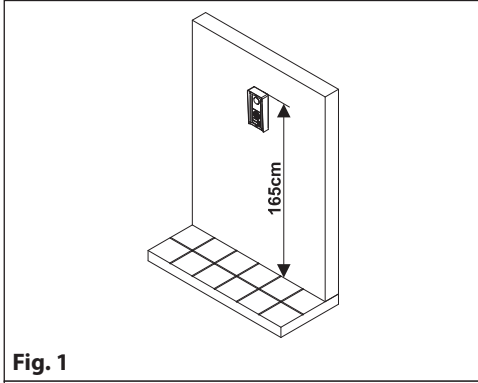
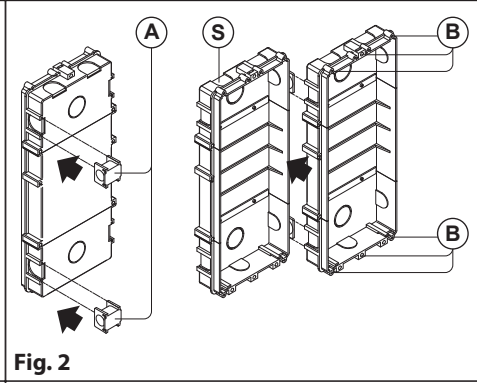

Fig. 1
Fig. 2
1. Murare la scatola da incasso **(S)** (**Fig. 2**) lasciando 165 cm dalla parte superiore al piano stradale (**Fig. 1**);
2. Se è richiesto l'utilizzo di più scatole da incasso, collegarle utilizzando gli appositi distanziali **(A)** (**Fig. 2**) in dotazione;
3. Rifinire accuratamente e pulire se necessario i fori di fissaggio dei supporti per moduli e i fori di riferimento **(B)** (**Fig. 2**);
Fissare la scatola a parete mantenendo una distanza di 165cm tra il piano stradale e la parte superiore della scatola (**Fig. 1**).
1. Murer le boîtier encastrable **(S)** (Fig. 2) en laissant 165 cm de la partie supérieure au plan de route (Fig. 1) ;
2. Si l'utilisation de plusieurs boîtiers encastrables est requise, les raccorder en utilisant les entretoises spécifiques **(A)** (Fig. 2) fournies ;
3. Faire soigneusement les finitions et nettoyer si nécessaire les trous de fixation des supports pour les modules et les trous de référence **(B)** (Fig. 2) ;
Fixer le boîtier au mur en maintenant une distance de 165 cm entre le plan de route et la partie supérieure du boîtier (Fig. 1).